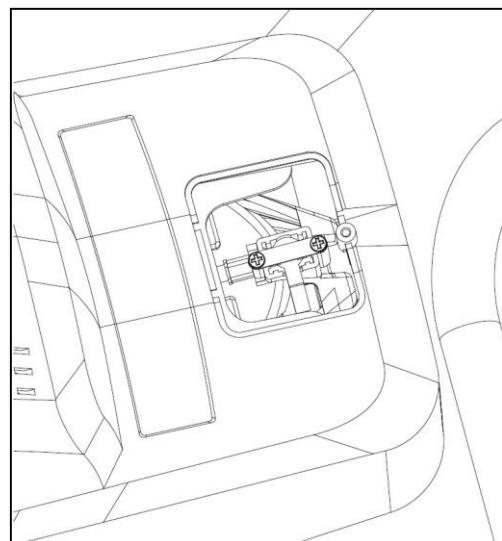

Fig. 6
- Deșurubați șurubul cu cap Phillips din carcasa și deschideți capacul periei de cărbune (Fig. 6).
- Deșurubați cele două șuruburi Phillips mici din interior (Fig. 6) pentru a scoate periile de carbon.